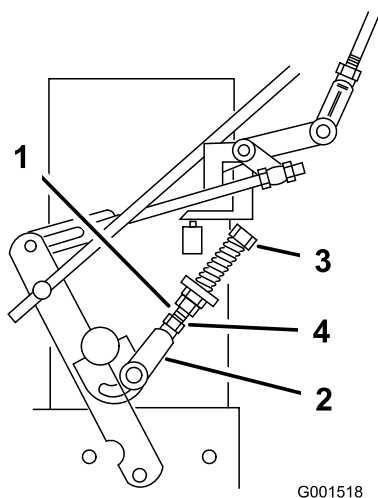

Figura 37
9. Si la rueda gira con la palanca de avance en punto muerto, los acoplamientos del control de punto muerto deben ser ajustados (Figura 37). Si la rueda se detiene, vaya al paso 12.
10. Afloje la tuerca de la horquilla del acoplamiento del control de punto muerto (Figura 37).
de punto muerto (posición de punto muerto) (Figura 37).
12. Gire el perno de ajuste 1/4 de vuelta aproximadamente en el sentido de las agujas del reloj si la rueda gira hacia atrás, o 1/4 de vuelta aproximadamente en el sentido contrario a las agujas del reloj si la rueda gira hacia adelante (Figura 37).